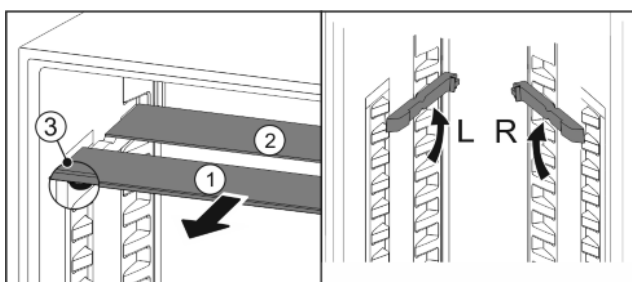

Fig. 20
- ▶ Skleněné desky jednotlivě vytáhněte dopředu Fig. 20 (1).
- ▷ Skleněná deska Fig. 20 (1) se zářkami leží vpředu.
- ▷ Zářky směřují dolů Fig. 20 (3).